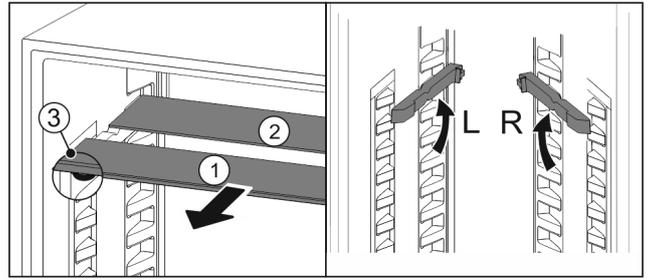

Fig. 96
- ▶ 将玻璃隔板逐个向前拉出 Fig. 96 (1)。
- ▷ 带装饰条的玻璃隔板 Fig. 96 (1)在前。
- ▷ 阻挡装置 Fig. 96 (3)指向下方。